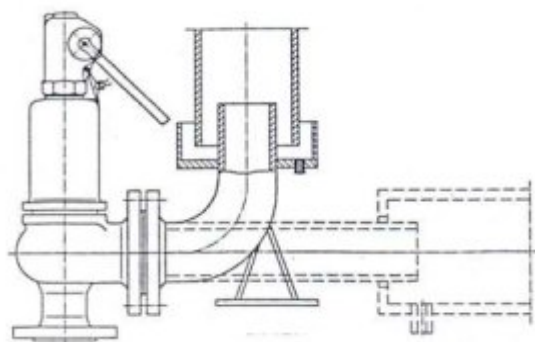

Рис.2
- Для газов и пара должно быть соединение клапана с выходным трубопроводом сделано таким образом, чтобы позволяло обсорбцию температурной дилатации (см. рис.2).